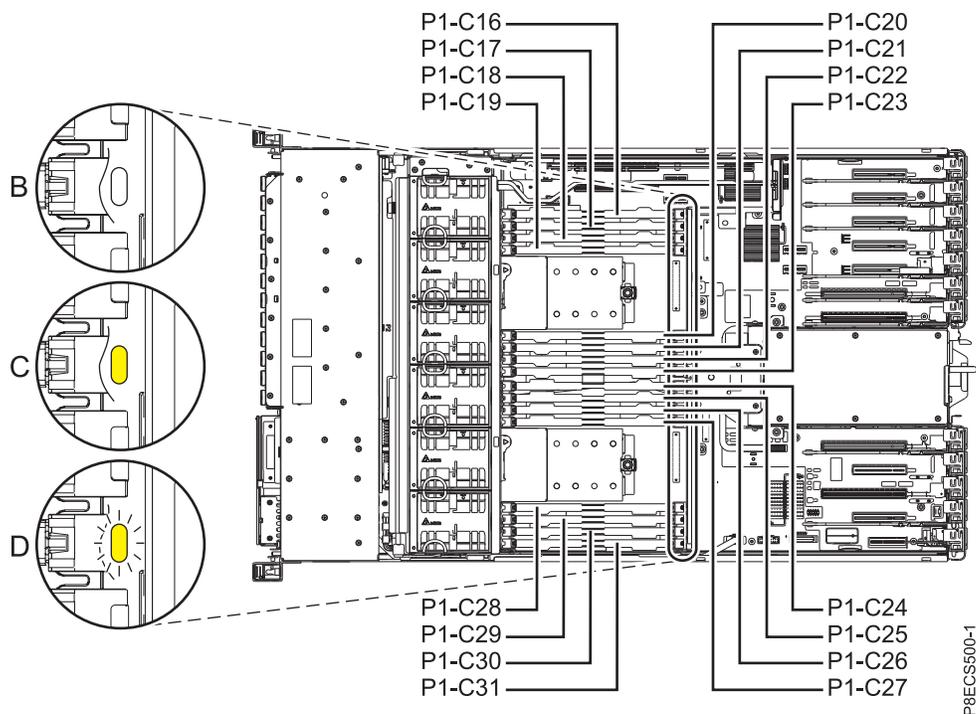

Figura 9. Indicadores LED para un módulo de memoria funcional y anómalo
- f. Verifique que el LED ámbar del módulo de memoria sustituido está **Apagado**, tal como se muestra en (B) en la Figura 9 en la página 16.